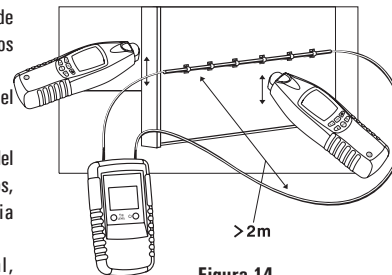

Figura 14
- Conecte el transmisor de acuerdo con la figura 14.